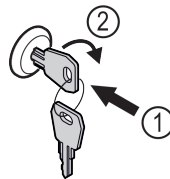

Fig. 180
- Sleutel erin duwen. Fig. 180 (1)
- Sleutel 90° rechtsom draaien. Fig. 180 (2)